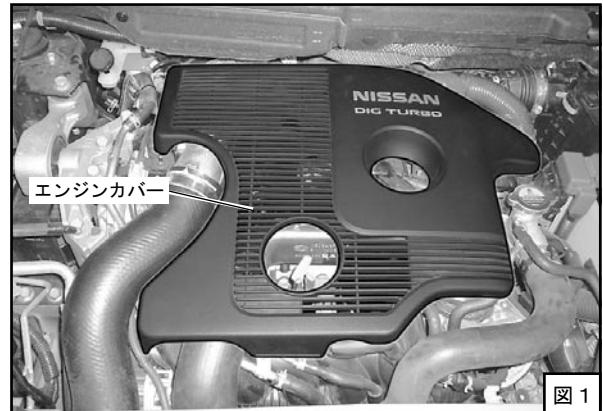

図 1
- (1) バッテリのマイナス端子（-）からケーブルターミナルを取り外してください。
- (2) エンジンカバーを取外してください。（図 1）